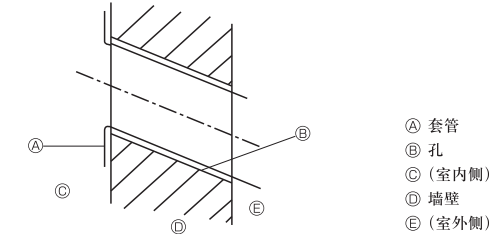

Fig. 3-3
- ② 室内机组
- ③ 底部左右侧管道孔 (ø75-ø80)
- ④ 底部右侧管道孔 (ø75-ø80)
- ⑤ 左右侧孔预留孔 (75 × 480)
- ⑥ 螺栓孔 (4-ø9 孔)
- ⑦ 中央测量孔 (ø2.5 孔)
- ⑧ 自攻螺钉孔 (75-ø5.1 孔)
- ⑨ 孔中央
- ⑩ 使刻度与线对齐。
- ⑪ 插入刻度仪。
3.2.2. 钻管道孔（Fig. 3-3）